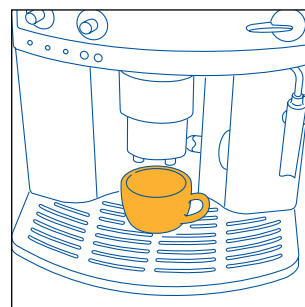
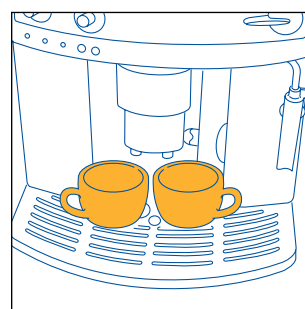
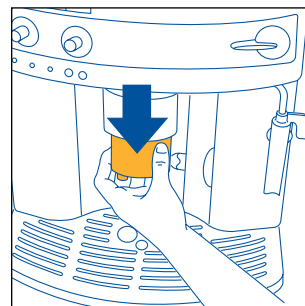

Fig. 9
Fig. 10
Fig. 11
- 4) Anbring en kop under udløbsrørets hane, hvis du vil brygge 1 kop kaffe (fig. 9) eller 2 kopper, hvis du vil brygge 2 kopper kaffe (fig. 10). For at opnå en bedre creme, sæt kaffeudløbsrøret så tæt som muligt ved kopperne ved at trykke det nedad (fig. 11).